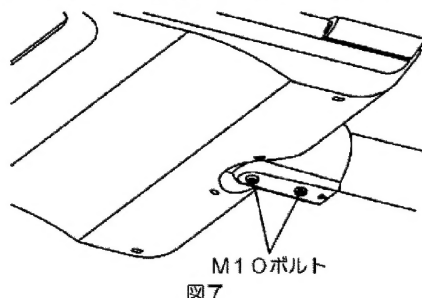

図7
2. ポール受け下面側よりM10押しボルト(2ヶ所)を締め付けてください。(図7)